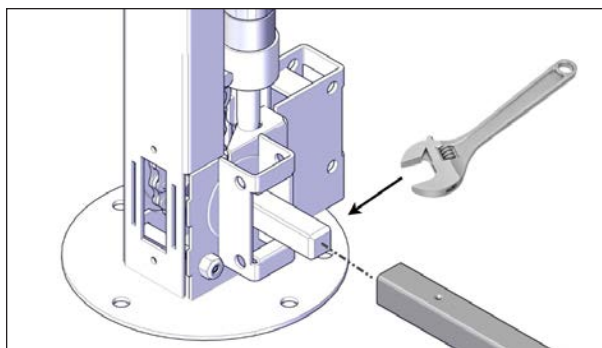

FIGURE 20: INSTALLATION DE L'ARBRE CREUX
9. Tenir le vérin gauche côté sans moteur en position verticale et aligné avec l'arbre d'entraînement creux. Utiliser une clé à molette pour aligner l'arbre de pied avec l'arbre creux, voir Figure 20.